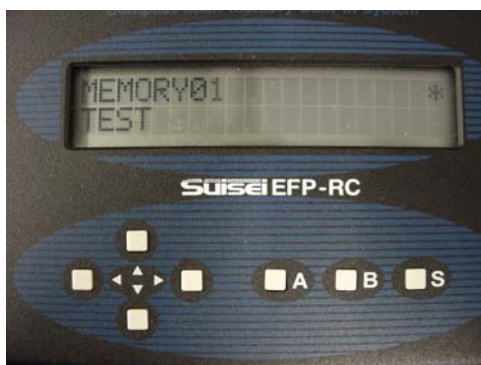

図 5.6 登録スクリプト実行モード
- ⑦ **S** : 登録スクリプト実行モード(図 5.6)